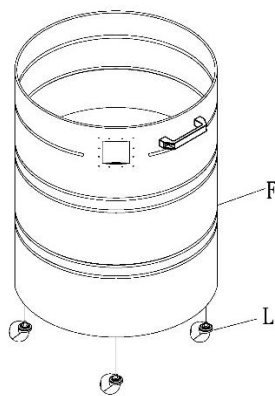

Abbildung 4
4. Die vier Laufrollen (L) in die Gewindemuttern unter der Trommel (f) einschrauben. Siehe Abbildung 4.